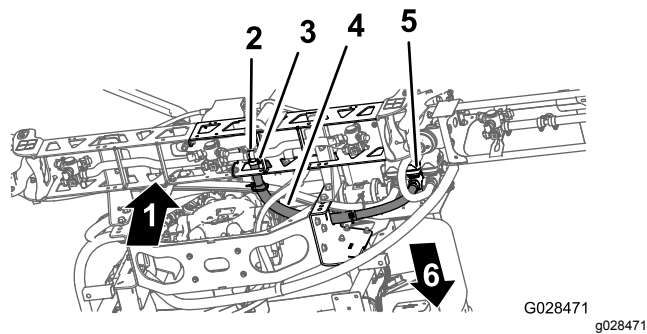

Figura 44
1. Enrute la manguera de la sección de brazo central como se muestra en Figura 44.
2. Instale la manguera de la sección del brazo sobre la espiga del conector en T de la sección de brazo central y sujete la manguera con una abrazadera (Figura 44).